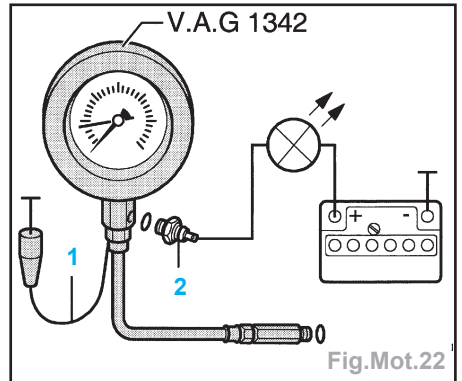

Fig.Mot.22
- Dévisser le contacteur de pression d'huile et visser l'appareil de contrôle (par ex. **V.A.G 1342**) à la place (Fig.Mot.22).